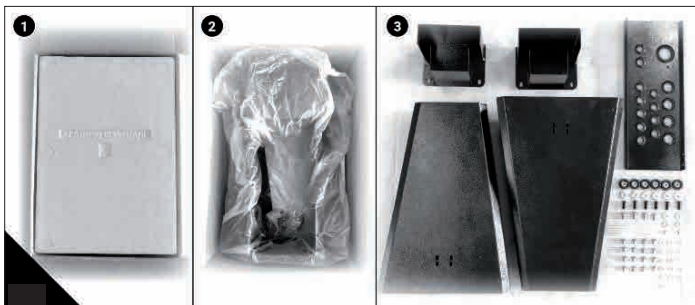

Abb. 24
**Abb. 24: Untergestell für Revo 1216 Drechselbank auspacken.** (1) Inhalt der Transportverpackung in der Kiste. (2) Untergestell in der Kiste. (3) Ausgepackter Kisteninhalt.